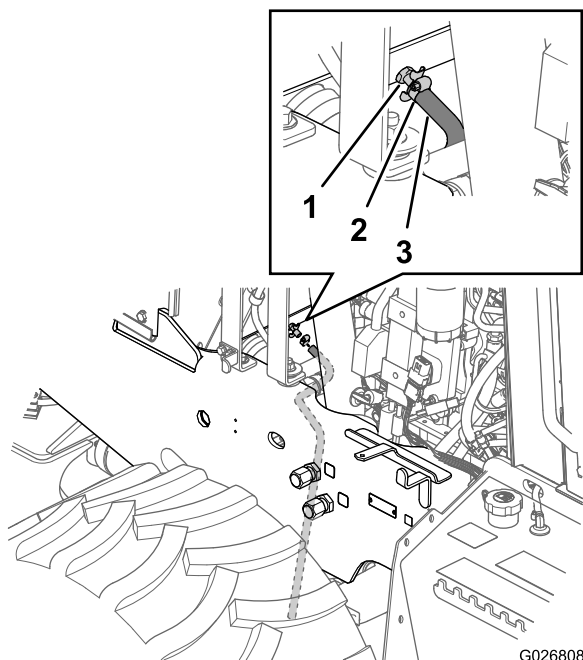
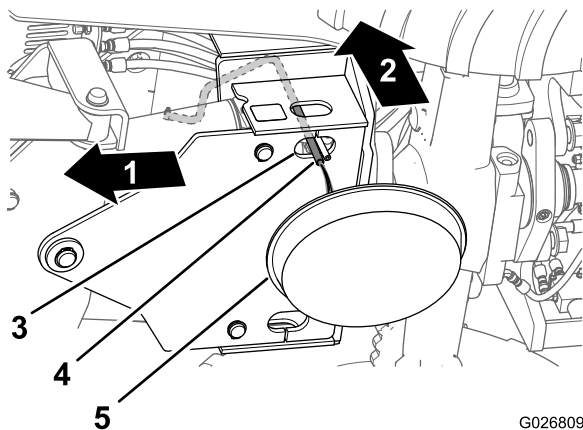
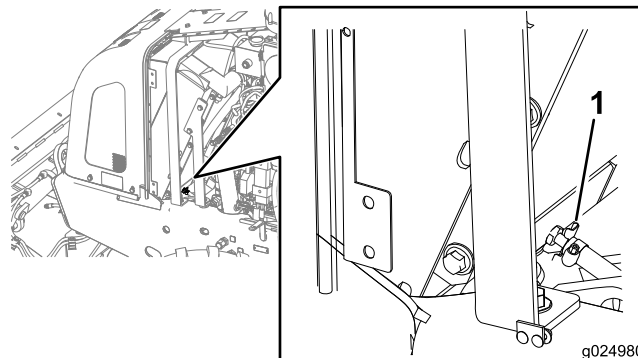

Figura 99
Figura 100
Figura 101
4. Posicione uma mangueira de 3/8 pol. x 30 polegadas sobre a saída da válvula de dreno do radiador (Figura 99).
5. Fixa a mangueira na válvula de drenagem com uma abraçadeira (Figura 99).
6. Passe a mangueira pelo furo na placa de fixação da lâmina de reaterro (Figura 100).
7. Posicione uma bandeja de drenagem com capacidade mínima de 23 L (6 galões) sob a extremidade aberta da mangueira de drenagem (Figura 100).
9. Feche a válvula de drenagem (Figura 101).
10. Remova a mangueira de drenagem e a abraçadeira (Figura 99 e Figura 100).
- A. O líquido de arrefecimento deve ser drenado do radiador e a válvula de drenagem deve estar fechada (Figura 101).
- D. Abra a válvula de drenagem e drene a solução de limpeza para dentro de uma bandeja de drenagem (Figura 99 e Figura 101).
- E. Feche a válvula de drenagem (Figura 101).
- C. Abra a válvula de drenagem (Figura 101) e drene a água para dentro de uma bandeja de drenagem.